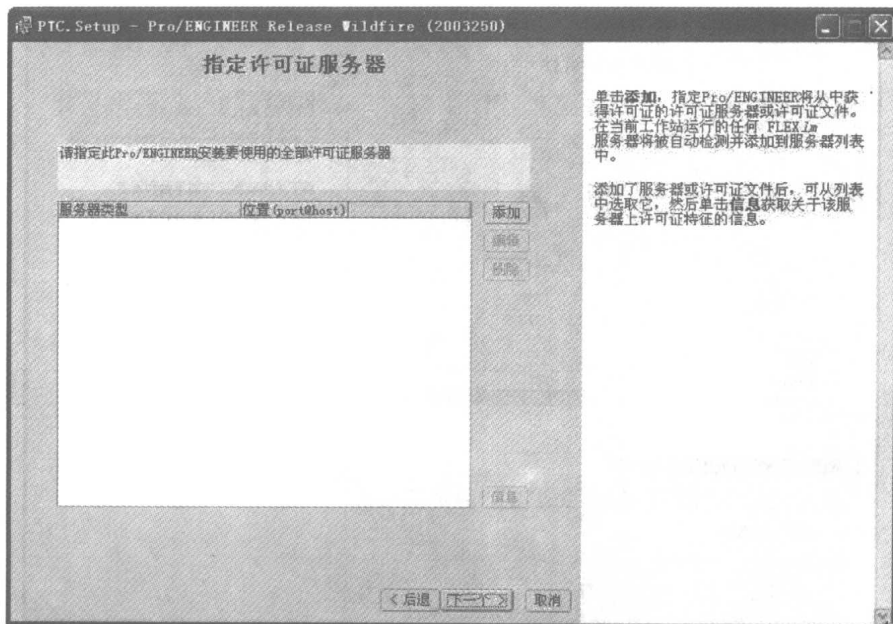
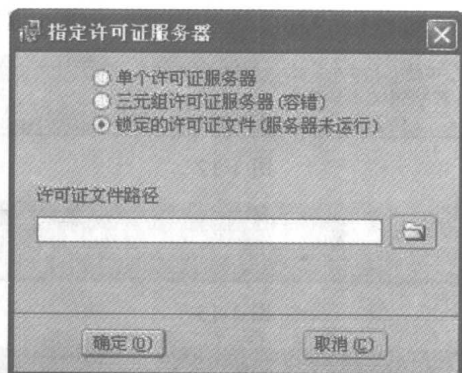

图 1-16
图 1-17
Step 3 在出现的如图 1-16 所示的“指定许可证服务器”对话框中。单击“添加”按钮选择如图 1-17 所示的“锁定的许可证文件（服务器未运行）”单选项，然后在浏览目录中选择许可证文件所在目录的位置，单击“确定”按钮。